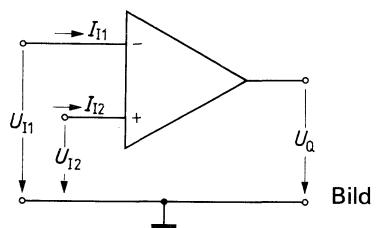

Bild 2
- Eingangs-Null-Spannung (Eingangs-Offset-Spannung) U_{10} ist diejenige Spannungs-differenz, die an den Eingängen angelegt werden muß, damit der Ausgang auf 0 V liegt (Bild 2).
- I_E ist der mittlere statische Eingangsstrom, der für die Funktion des OP notwendig ist (Bild 2).
- Eingangs-Null-Strom (Eingangs-Offset-Strom) I_{10s} ist die Differenz der Eingangsströme im Arbeitsbereich. Er kann bei hohem Generatorwiderstand störend wirken (Bild 2).